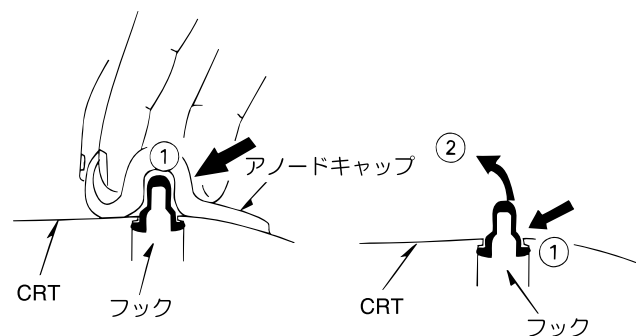

Fig. 2-3
- (5) 図の様に親指で矢印①方向へ押しながら、矢印②方向へ持ち上げ片側のフックを外す。(Fig. 2-3参照)